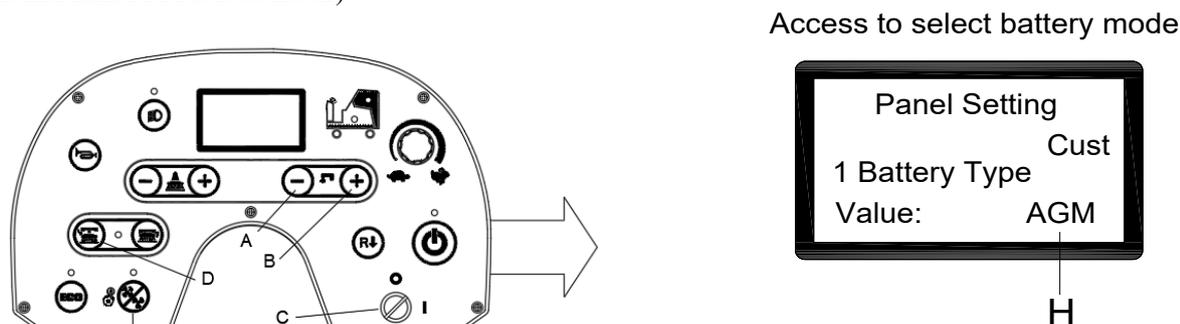

Рис. 6
1. Одновременно нажмите кнопку расхода воды «->»(А, рис. 6) и «<+» (В, рис. 6).
2. Вставьте ключ зажигания (С, рис. 6) и поверните его в положение «I».
3. Через несколько секунд экран перейдет в режим выбора батареи (рис. 6).
4. Нажмите кнопку расхода воды «->» (А, рис. 6) и «<+»(В, рис. 6), чтобы выбрать режим работы от батареи (Н, рис. 6).
5. Нажмите кнопку отпущания (D, рис. 6), Через 3 секунды отобразится сообщение «Update OK» (Обновление выполнено) — оно означает, что настройка установлена успешно. Включите машину для повторного запуска. (С, рис. 6).